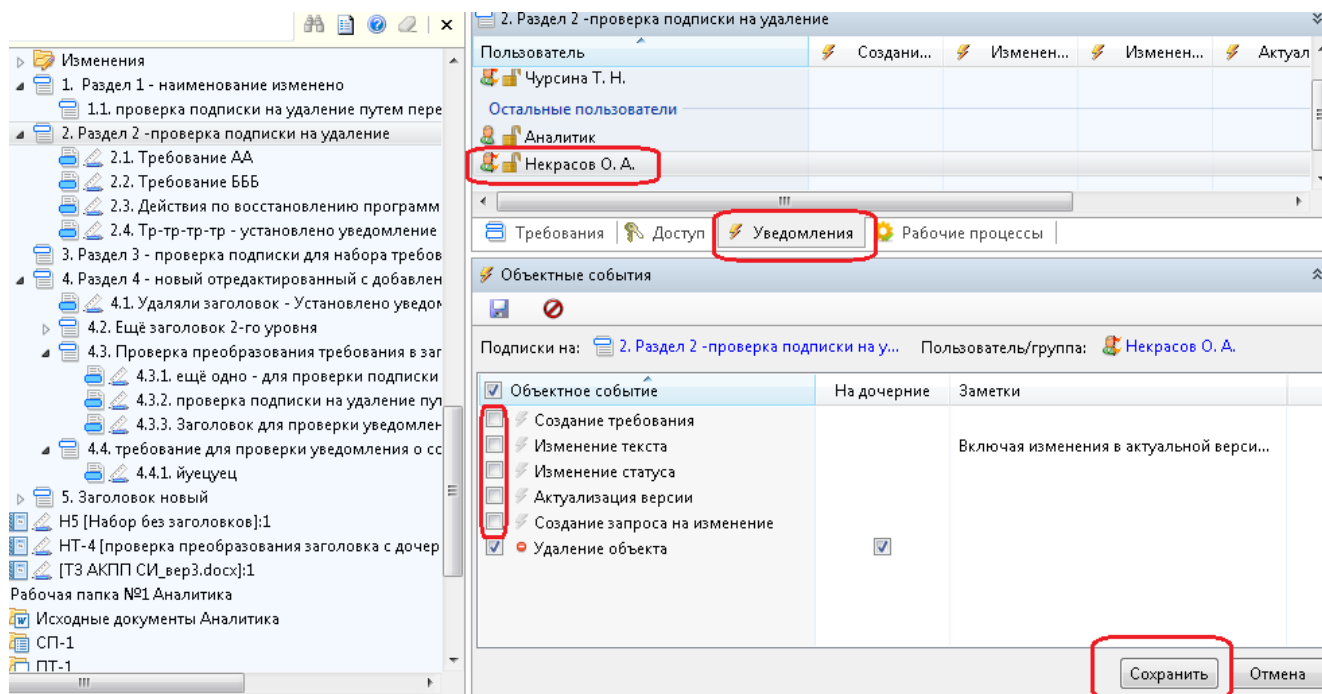

Рисунок 70 — Окно настройки отмены получения уведомлений
- в списке событий (в нижней части окна) снять галочки с событий, уведомления о которых не нужны (Рисунок 70);